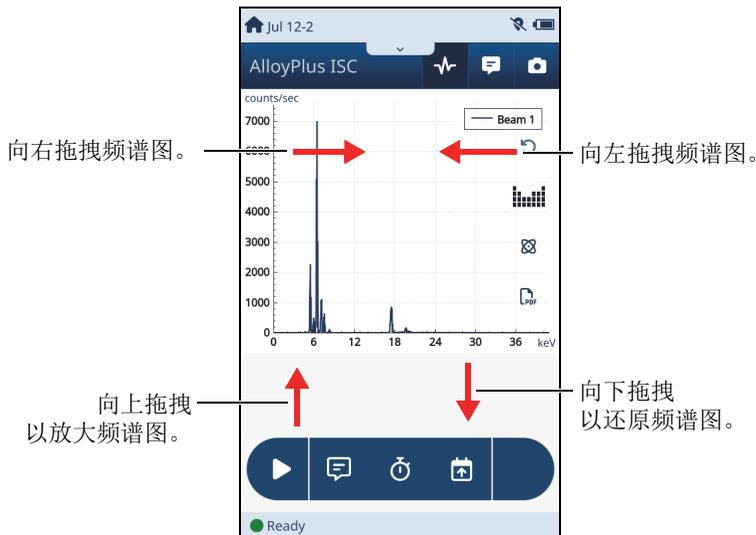

图 3-4 频谱图的放大与拖动
- ◆ 从接近频谱图底部的位置向上拖动手指，可以放大频谱图，从接近频谱图顶部的位置向下拖动手指，可以还原频谱图。如果频谱图从屏幕上消失，则向右拖动手指，使频谱图重新回到屏幕中（参阅下一个步骤）。当用户关注的频谱峰值变得更大时，可以使用这个峰值作为参考点，对频谱图进行放大和拖动（参见第108页的图 3-4）。
当拖动频谱图时，左侧Y轴上的每秒计数的标度会发生变化，以对应于随着频谱图的变化而改变的峰值高度（参见第108页的图 3-4）。